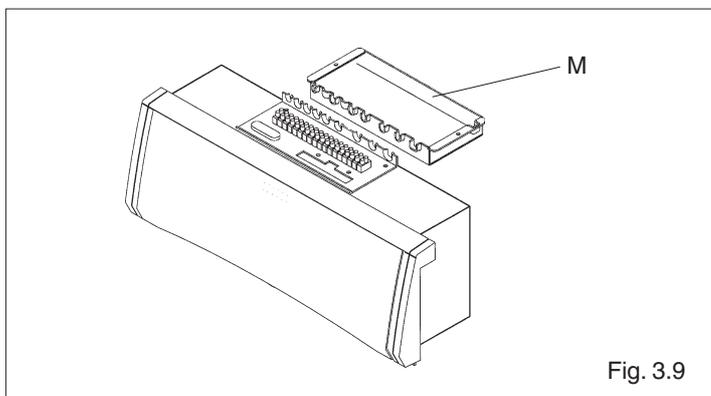

Fig. 3.9
- posizionare il bulbo (I) all'interno del pozzetto portasonde della caldaia (riferirsi al libretto istruzioni specifico)
- posizionare la copertura (L) nel foro di apertura del pannello di comando e chiudere con uno scatto
- aprire il coperchio di protezione della morsetteria (M) dalla carenatura svitando le due viti di fissaggio (fig. 3.9)